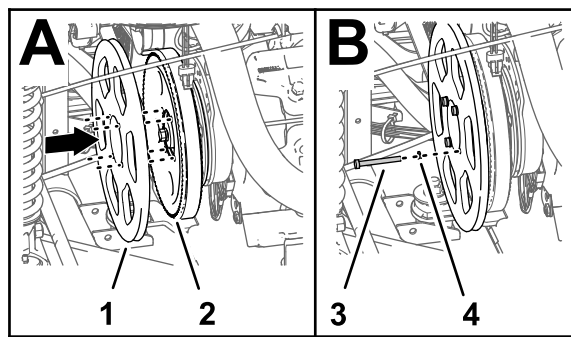

Figura 220
4. Alinee los orificios de la polea del alternador (kit) con los orificios de la polea de la bomba de fumigación (Figura 220).